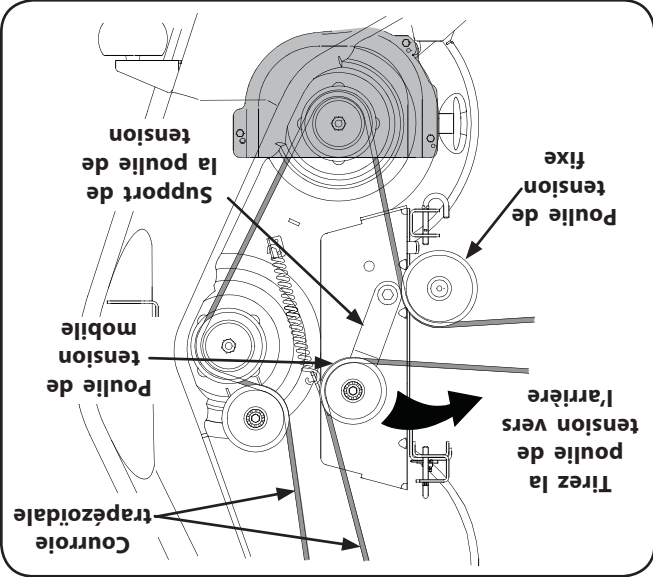

Figure 7-3
3. Vérifiez que la courroie trapézoïdale passe bien sur les poulies à fusée du plateau de coupe et que l'arrière de la courroie est bien appuyé contre les poulies de tension fixe et mobile. Voir la Figure 7-3.
1. Amenez l'arrière de la courroie sur la poulie de tension fixe. Voir la Figure 7-3.
2. Du milieu du tracteur, faites pivoter le support de la poulie de tension et la poulie mobile vers l'arrière contre la tension du ressort et glissez l'arrière de la courroie sur la poulie de tension mobile. Voir la Figure 7-3.
2. Du milieu du tracteur, faites pivoter le support de la poulie de tension et la poulie de tension mobile vers l'arrière pour l'éloigner suffisamment de l'arrière de la courroie trapézoïdale et pouvoir ainsi dégaier la courroie de la poulie de tension. Voir la Figure 7-3.